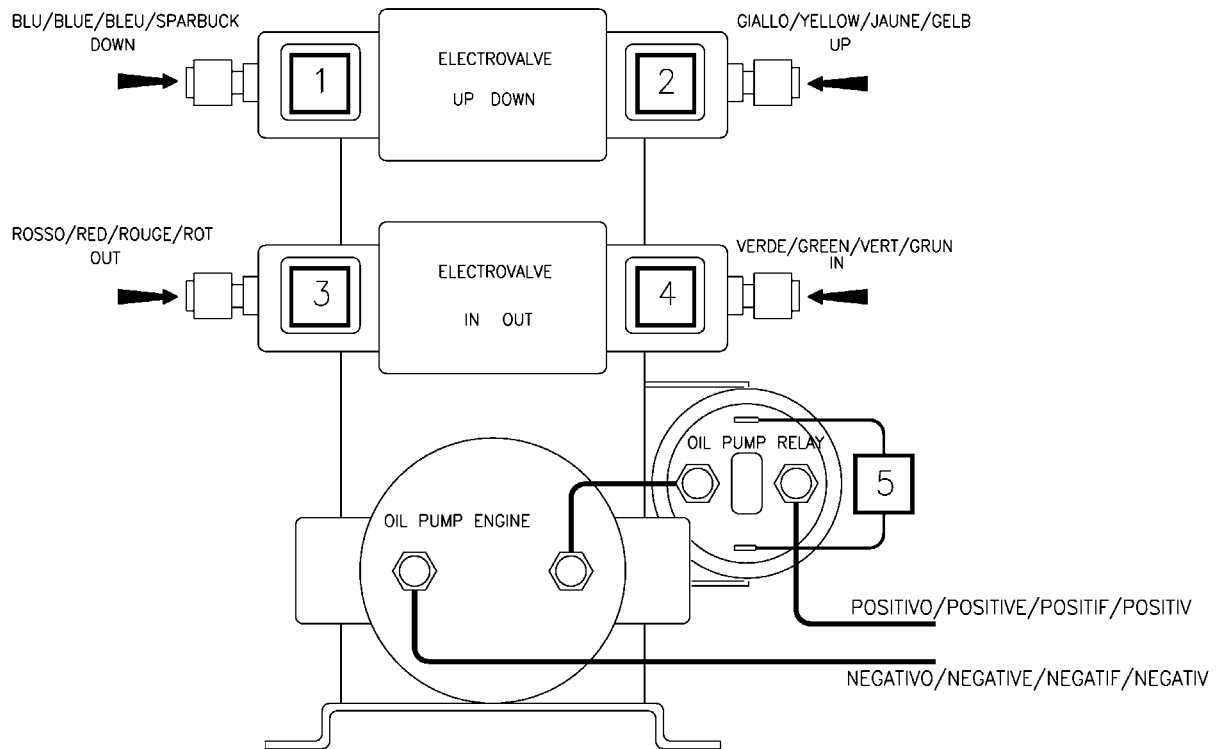

Fig. 2
- Den Anschluss der Schläuche an die Magnetventile herstellen wie in Abb. 2 gezeigt
- Die Kappen auf die Magnetventile setzen, dabei die Nummer und Funktion beachten wie in Abb. 2
- Das rote Kabel 2,5 qmm an das in Abb. 2 gezeigte Relais anschließen (PLUS)
- Das schwarze Kabel 2,5 qmm an den in Abb. 2 gezeigten Motor anschließen (MINUS)